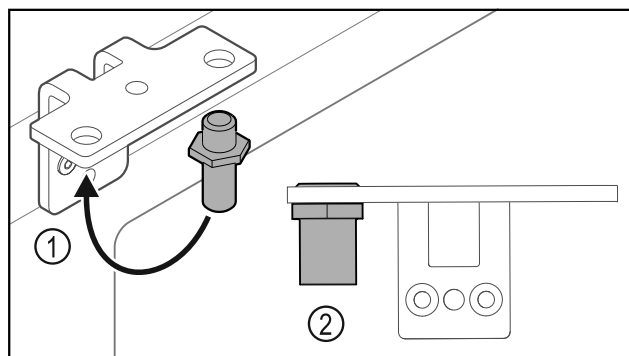

Fig. 36
- ▶ Přesadte čep Fig. 36 (1) v úhelníku závěsu.
- ▶ Utáhněte čep Fig. 36 (2) **utahovacím momentem 12 Nm**.